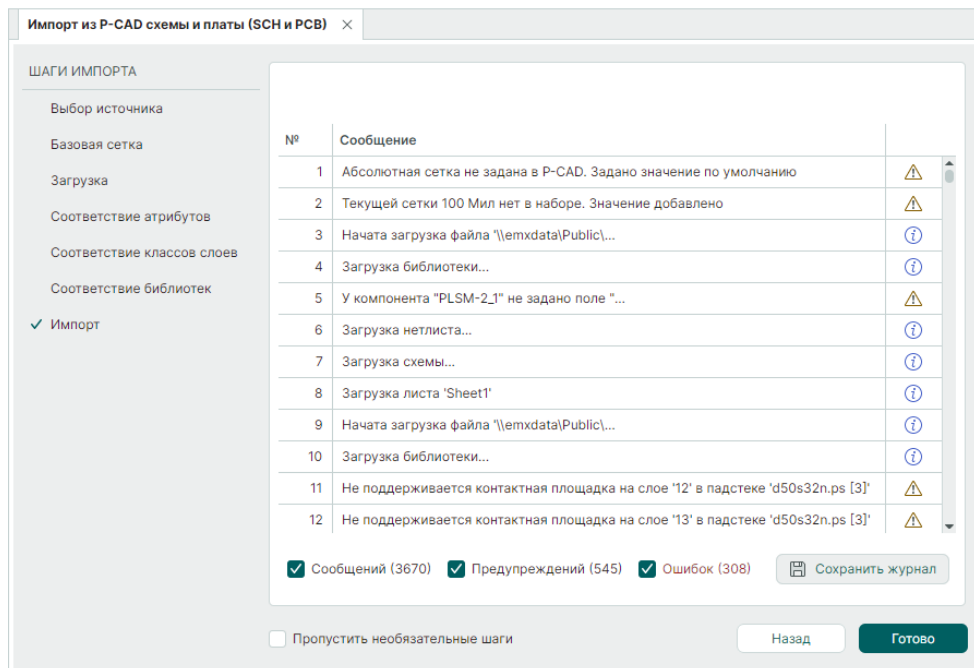

Рис. 38 Завершение операции импорта
12. Дождитесь завершения процесса импорта проекта P-CAD, см. Рис. 38.